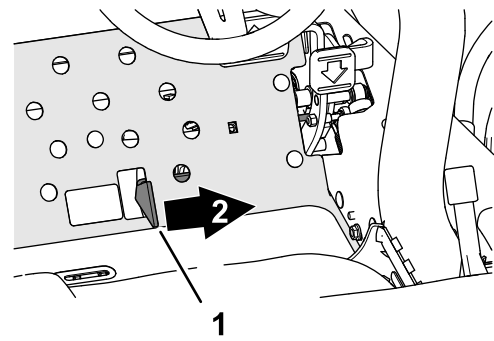

図 37
3. Cuttingユニット駆動スイッチを入位置にする図 37。
4. 昇降レバー図 37を前に倒すとCuttingユニットが降下して回転を開始する後Cuttingユニットは前Cuttingユニットよりも少し遅れて動作する。